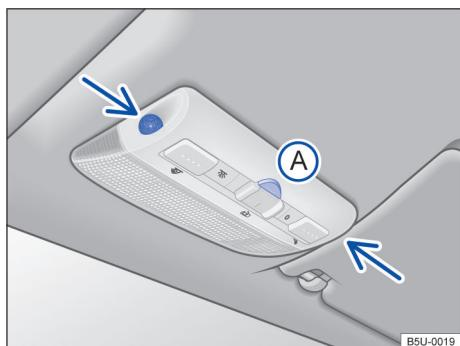

Fig. 47 No console do teto: sensores de monitoramento do interior do veículo e tecla  para desligar o monitoramento do interior do veículo.
O monitoramento do interior do veículo dispara o alarme com o veículo travado, se reconhecer movimentos no interior do veículo. O sensor e o receptor estão localizados no conjunto da lanterna de leitura → Fig. 47 (setas).
- Pressionar a tecla → Fig. 47 A. No painel de instrumentos, a luz de controle  se acende.